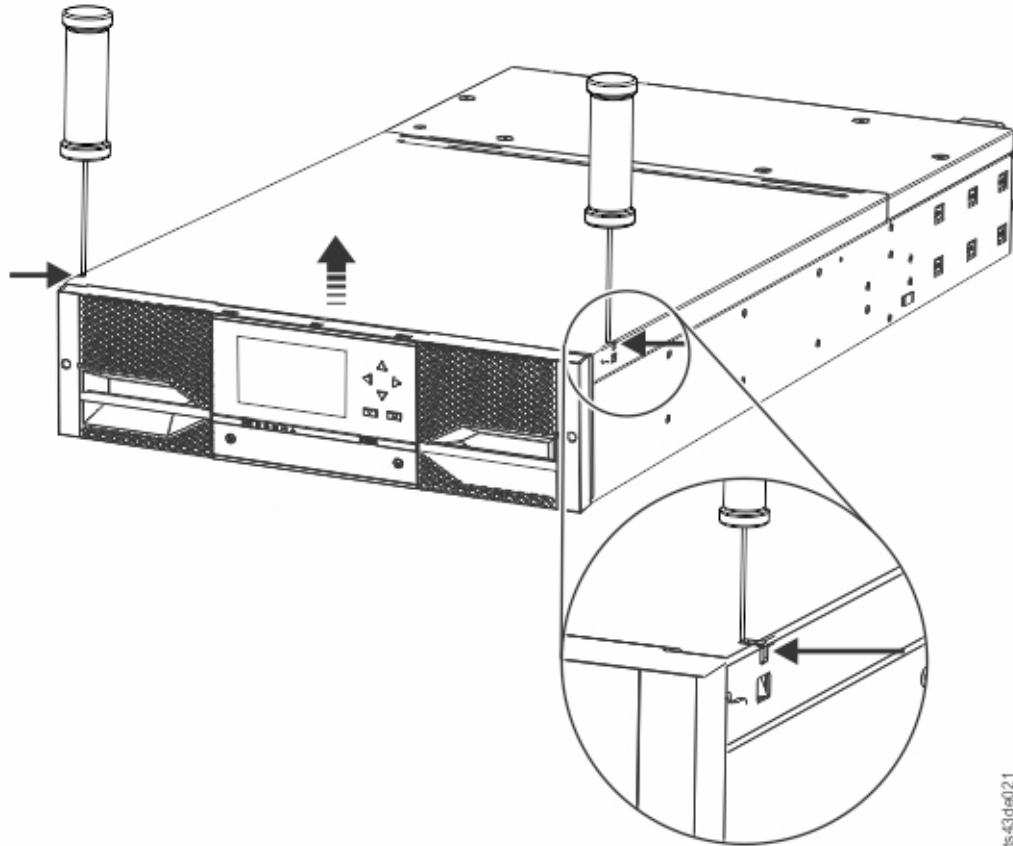

図 27. モジュール上部の止め金を外す
1. 指または小型の道具を使用して、モジュールの上部の留め金(ふたの各サイドに1つずつある)を外し、内側に押し込みます。ふたが開いたら、前方に引き出して取り外します。42 ページの図 27 を参照。